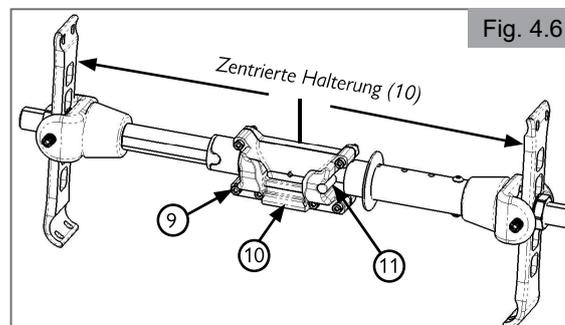

Fig. 4.6
- Schieben Sie die Aufnahme des Achsadapter (6) auf einer Seite über den Faltrahmen-Achsadapter (3).
- Drücken Sie die Faltrahmen-Achsbaugruppe (1) so weit zusammen, dass Sie die andere Achsadapter-Aufnahme (6) über den entsprechenden Faltrahmen-Achsadapter (3) schieben können.
- Vergewissern Sie sich, dass die Faltrahmen-Achsbaugruppe (1) fest zwischen den beiden Achsplatten (4) des Rollstuhls zusammengedrückt ist.
3. Zentrieren der Halterung und Verbindungselemente am Rollstuhl (Fig. 4.6):
- a. Lockern Sie die Verbindungselemente (9) mit einem 4 mm Inbusschlüssel, damit die Halterung (10) korrekt positioniert werden kann.
- c. Drehen Sie die Halterung, bis die Wasserwaage (11) zentriert ist, wenn der Rollstuhl mit Gewicht belastet wird.